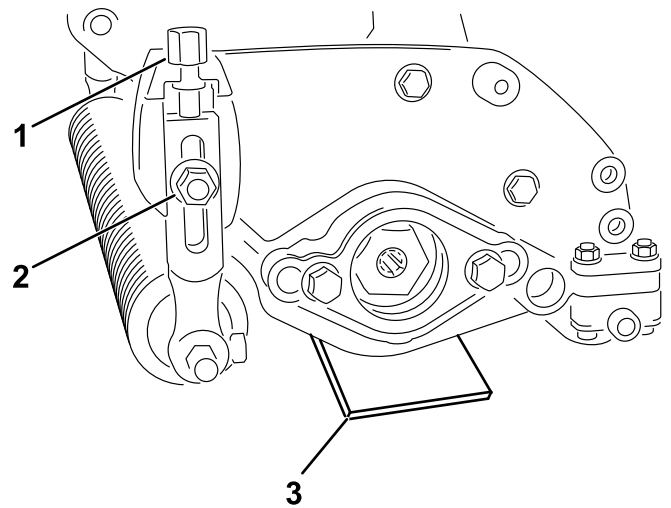

Figura 8
3. Tenendo i rulli a contatto con la superficie piana, allentate entrambi i dadi flangiati (Figura 8).
4. Ruotate i bulloni di regolazione dell'altezza di taglio finché entrambe le estremità dell'elemento anti-feltro non sono vicine alla superficie piana (Figura 8).
2. Posizionate una barra indicatrice (dello spessore dell'altezza della lama sopra il terreno desiderata) sotto ciascuna estremità del dispositivo anti-feltro (Figura 8).